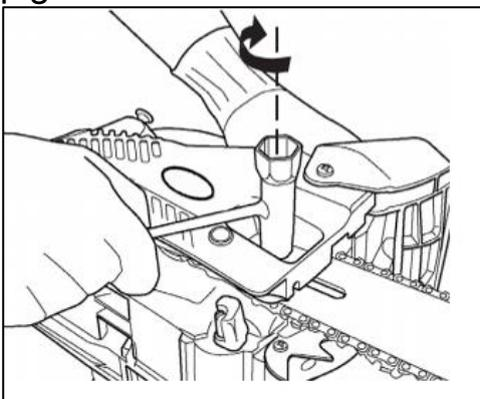

Fig.13
- 10) Visser les écrous (Fig. 13) mais ne pas les serrer. Retourner la tronçonneuse pour vérifier que la chaîne est parfaitement montée sur le pignon moteur avec les dents d'entraînement engrenées avec le pignon.
12) Serrer à fond les deux écrous à l'aide de la clé livrée (Fig. 13) en tenant le nez du guide soulevé. Vérifier que la chaîne peut tourner librement dans le guide.